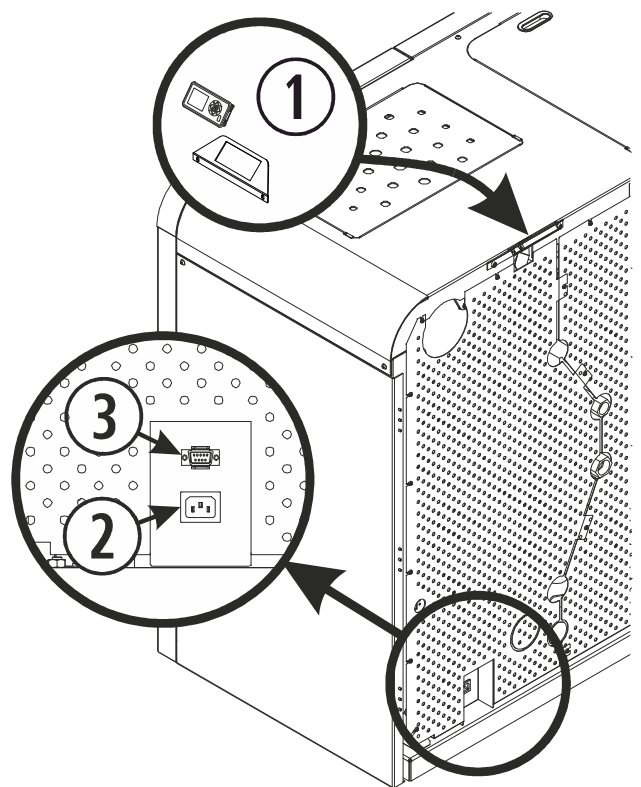

Figura 10
Ajustar los tornillos que fijan el soporte del teclado (①) a la caldera, tal y como se indica en la *figura 10*, conectar el cable de conexión del teclado, que está situada en la parte trasera sujeta con una cinta adhesiva y conectarlo en la parte trasera del teclado, sólo tiene una posición de conexionado.